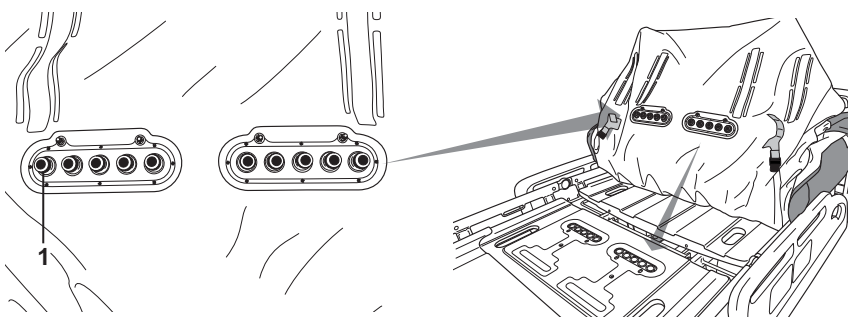

图 5：床垫下的空气连接器
1. 从包装中取出气垫，并铺到病床上。注意气垫底部的空气连接器（如图 5 所示）。这些连接器应放在病床脚端。找到集成在气垫支撑板脚端的倾泻阀 / 空气连接器。确保已除去气垫底部的空气连接器上的所有包装材料。
3. 查看床垫下的空气连接器，确保每个连接器上都装有 O 形圈（如图 5 的编号 1 所示）。